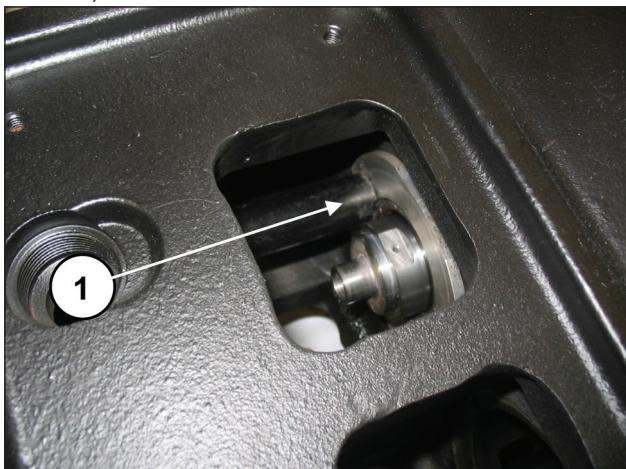
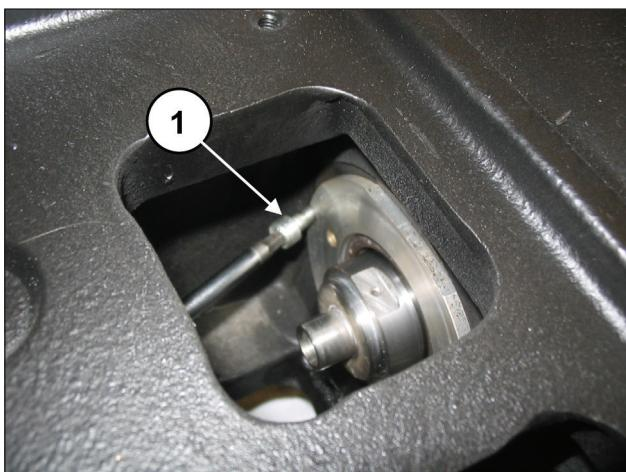

Abb. 177
Abb. 178
Überprüfen Sie den passgerechten Sitz des Deckels (Pos. ①, Abb. 177) und achten Sie darauf, nicht die Dichtlippe des Ölabstreifrings zu beschädigen. Befestigen Sie die Ölabstreifring-Deckel anhand von 2 Schrauben M6x14 (Pos. ①, Abb. 178).